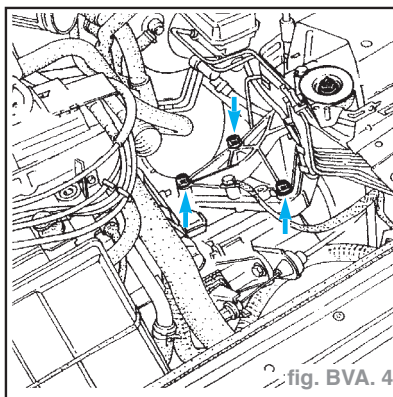

fig. BVA. 4
- Enlever les trois vis de fixation du support de TA. sur la TA (fig. BVA. 4).